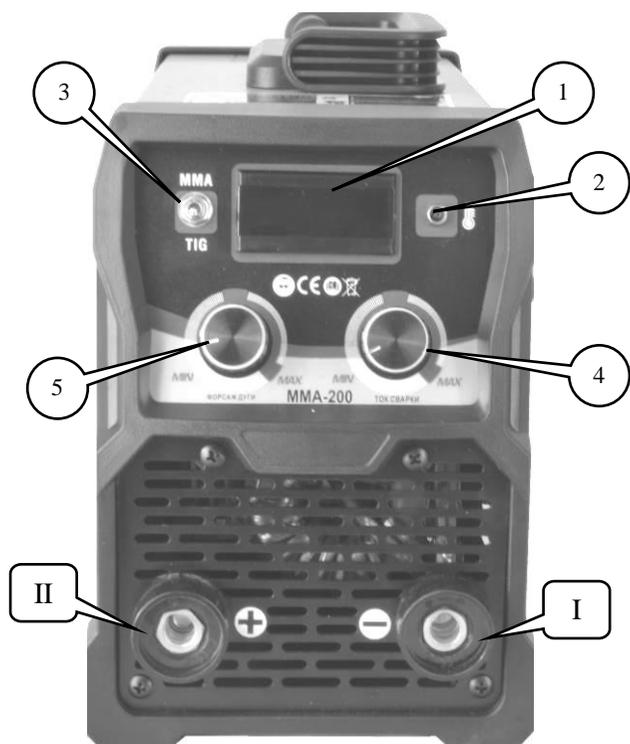

Рис. 1. Расположение органов управления и индикации.
- Подключить силовой разъем держателя электродов к разъему I (-) сварочного аппарата (Рис. 1).
- Подключить силовой разъем держателя электродов к разъему II (+) сварочного аппарата (Рис. 1).
- Подключить силовой разъем горелки к разъему I (-) сварочного аппарата (Рис. 1).